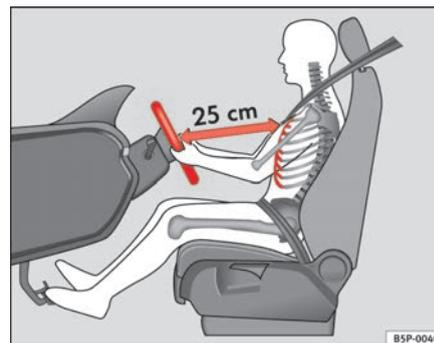

Fig. 114 Posizione corretta sul sedile di guida
- Posizionare il volante nel modo desiderato ⇒ fig. 114.
- Regolare il sedile del conducente o la posizione del volante in modo tale che la distanza tra il volante stesso e lo sterzo del conducente sia di almeno 25 cm ⇒ pag. 158, fig. 114. Se la distanza minima non viene rispettata, l'efficacia del sistema degli airbag si riduce, con gravi rischi per l'incolumità delle persone (non escluso quello di morte).